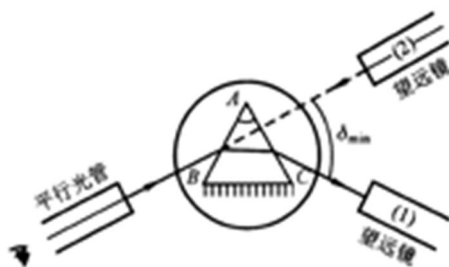

图 4 测最小偏向角的方法
(1) 测量三棱镜的最小偏向角
① 平行光管狭缝对准汞灯光源。狭缝宽度调节到 1 mm 左右为宜，宽了测量误差大，窄了光通量小。
② 旋松望远镜止动螺钉(16)和游标盘止动螺钉(23)，把载物台及望远镜转至如图 4 中所示的位置(1)处，再左右转动望远镜，找出棱镜出射的各种颜色汞灯光谱线(各种波长的狭缝像)。
③ 轻轻转动游标盘带动载物台转动(改变入射角 i_1)，在望远镜中将看到谱线跟着动。改变 i_1 ，应使谱线往 δ 减小的方向移动(向顶角 A 方向移动)。望远镜要跟踪光谱线转动，直到棱镜继续原方向转动，而谱线开始要反向移动(即偏向角反而变大)为止。这个反向移动的转折位置，就是光线以最小偏向角出射的方向。锁紧游标盘止动螺钉(23)，调节望远镜微调螺钉(14)使其分划板上的中心竖线对准其中的那条绿谱线(546.1 nm)。
④ 测量。记下此时两游标处的读数 θ_1 和 θ_2 。取下三棱镜(载物台保持不动)，转动望远镜对准平行光管，即图 4 中(2)的位置，以确定入射光的方向，